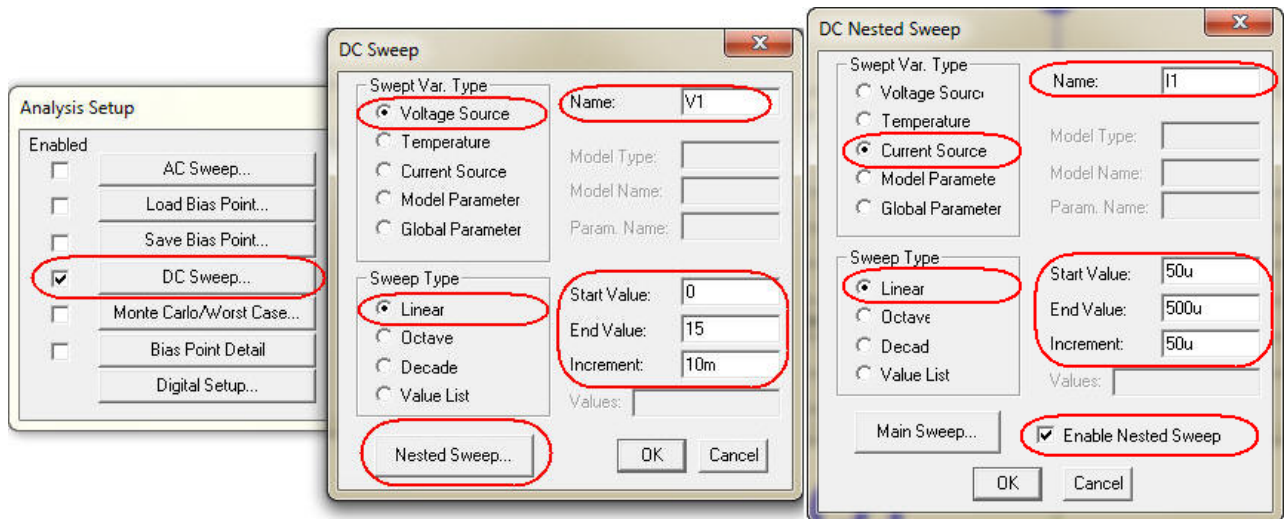

Рис.5. Задание на построение семейства выходных характеристик транзистора
- устанавливаем режим расчета выходной характеристики **DC Sweep...** (рис. 5).